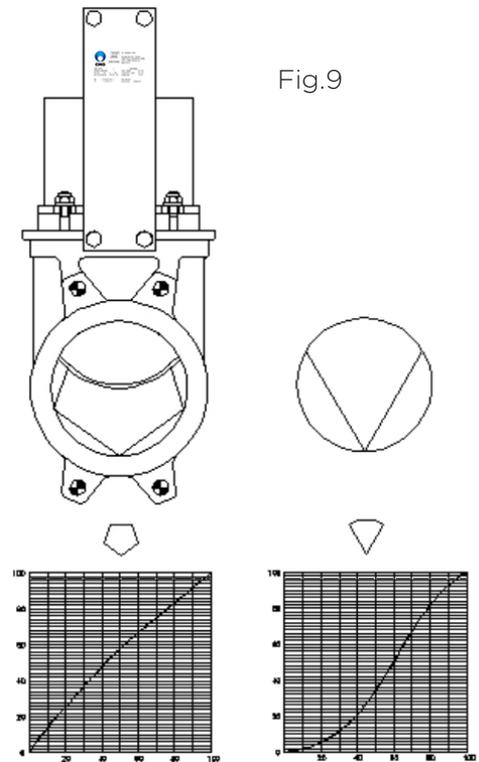

Fig.9
-Diafragma pentagonal y en V con regla de indicación (Fig.9)